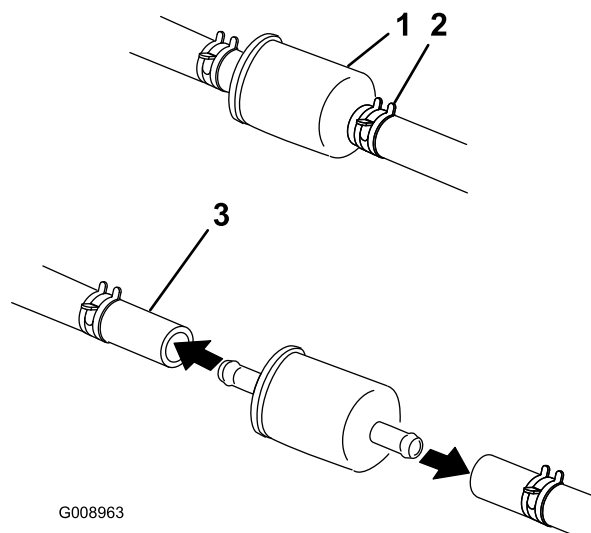

Figura 55
5. Cierre la válvula de cierre de combustible, situada debajo del asiento (Figura 55).
6. Apriete los extremos de las abrazaderas y deslícelas por el tubo alejándolas del filtro (Figura 55).
8. Instale un filtro nuevo y acerque las abrazaderas al filtro (Figura 55).